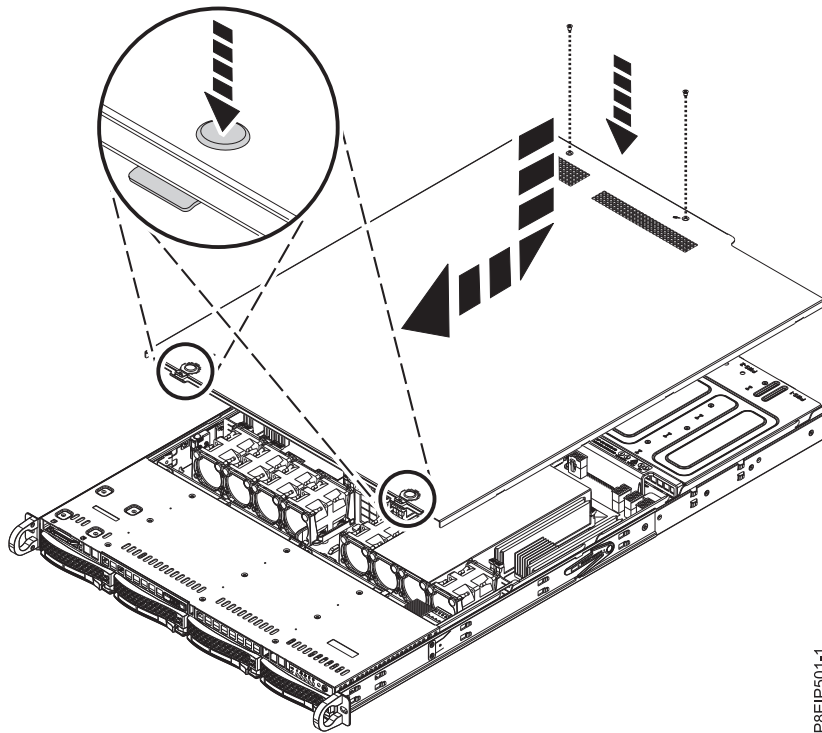

図 68. カバーの再取り付けと固定
2. カバーを所定の位置に収まるまで前方にスライドさせます (78 ページの図 68 を参照)。